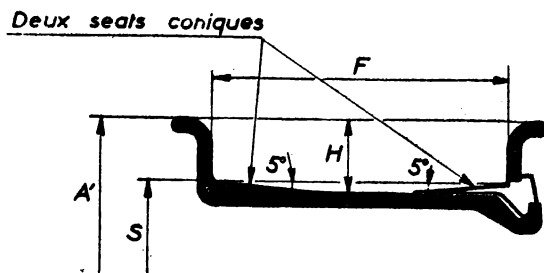

Fig. 5
- les jantes larges à deux seats coniques inclinés (fig. 5),